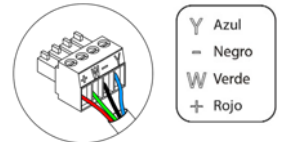

Fig. 41
Para la conexión con el termostato ④ dispone de una borna de 4 pines. Fije los cables con los tornillos de la borna respetando el código de colores (Fig. 41).